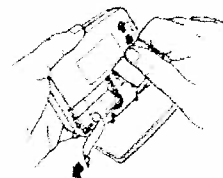
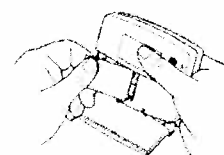

Fig. 8
Fig. 9
- Retirer la languette de protection (Fig. 8) et remettre la trappe de protection (Fig. 9).